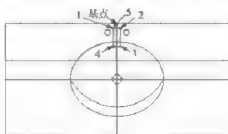

图3-48
**步骤7:** 选择需要删除的辅助线, 按 Delete 键, 将其删除, 最终效果如图3-48所示。